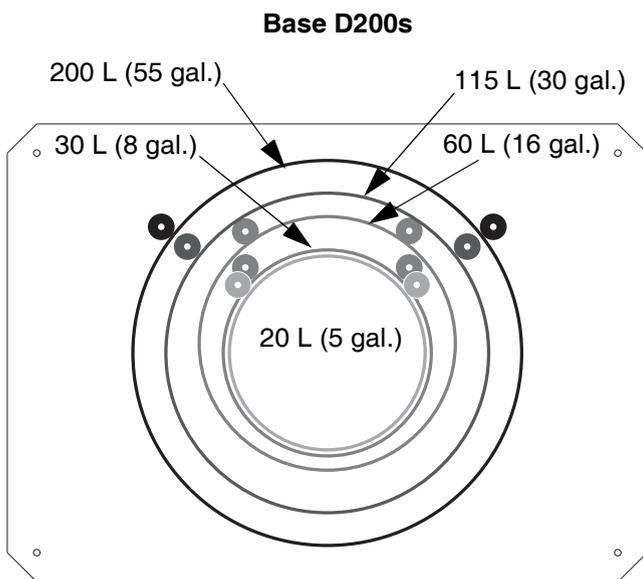

FIG. 15: Base do êmbolo
1. Localize o conjunto correto de orifícios de montagem na base do conjunto do êmbolo. Consulte a FIG. 15.